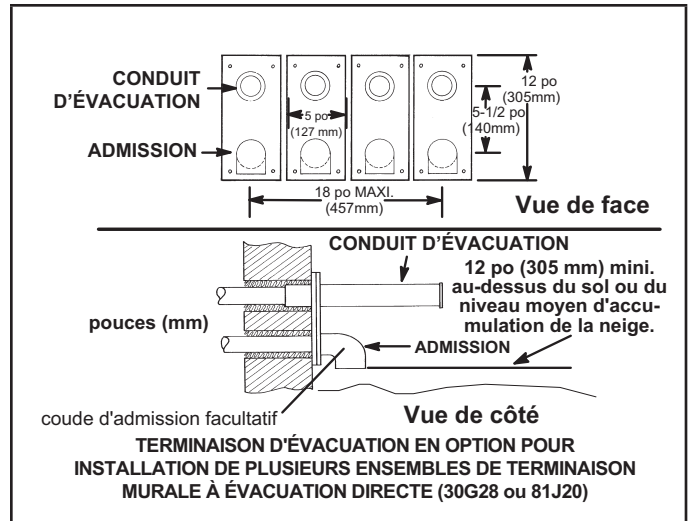

FIGURE 42
- 8 - Une installation composée de plusieurs générateurs peut être reliée à un groupe de quatre terminaisons ou moins assemblées à l'horizontale, comme illustré à la FIGURE 42.